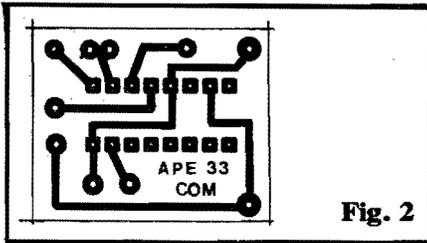

Fig. 2
- **FIG. 2 - LAY OUT DO CIRCUITO IMPRESSO** - Conforme já foi dito, menor impossível! A plaquinha, vista na figura em escala 1:1 (tamanho natural) foi condensada ao máximo, respeitando as habilidades e possibilidades do Hobbysta médio... Quem quiser, contudo, algo realmente "liliputiano", poderá re-projetar o **lay out**, eventualmente numa plaquinha dupla face, com o que as dimensões gerais poderão cair a cerca da **metade** das mostradas na figura! Essa possibilidade, contudo, fica por conta dos "relojoeiros" de plantão... Recomendamos (a novatos e veteranos) os eternos cuidados e atenções
- **FIG. 6 - ULTRA-MINIATURIZAÇÃO** - Sabemos que muitos de Vocês são "radicais juramentados"! Se projetamos algo grande, "querem maior" e se desenvolvemos algo pequeno, "querem minúsculo"... Tudo bem... Quem quiser "espremer" ao máximo a montagem (mesmo baseando-a na plaquinha com lay out igual ao da fig. 2, havendo ainda a possibilidade de "releiautar" para maiores "espremimentos"...) poderá simplesmente alimentá-la com duas pilhinhas "botão" (1,35 a 1,55V cada), fazendo a conexão conforme mostra a figura (o lado "chato e liso" dessas pilhinhas corresponde ao terminal positivo, sempre...). Como "prender" e conetar as pilhinhas, é um problema para ser resolvido pela habilidade e